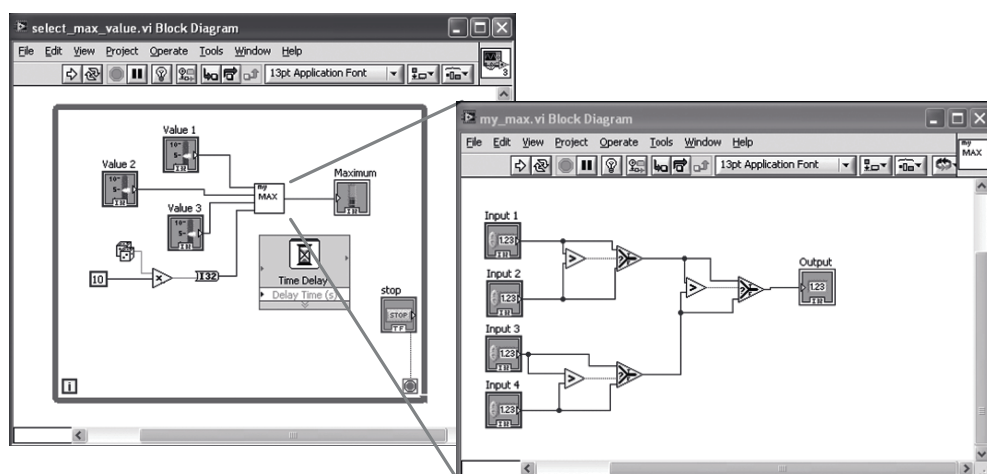

Рис. 21.2. Блоки виртуальных инструментов VI и под-VI: несколько уровней иерархии.
Аналогом функций и подпрограмм традиционных языков программирования в среде LabVIEW являются модули, называемые *виртуальными инструментами* (VI). Передача данных в VI и вывод данных из них осуществляется через точки соединения, к которым VI более высокого уровня могут подключать входные и выходные переменные. Для примера в правой части **Рис. 21.2** показана блок-схема VI, который принимает четыре 32-битных значения и возвращает наибольшее из них. В левой части рисунка этот виртуальный инструмент используется для определения наибольшего 32-битного целого значения от четырёх источников: трёх элементов управления типа «ползунок» и одного генератора случайных чисел.